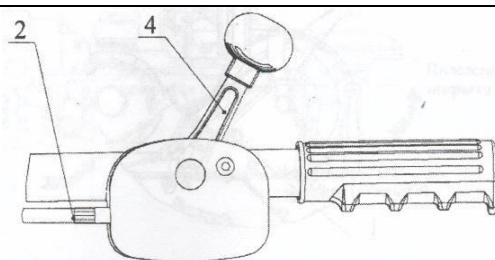

Рис. 8
6. Изменение скорости движения мотоблока производите перемещением рычага газа 4 (см. Рис. 8)
8. Для остановки двигателя переместите рычаг газа 4 (см. Рис. 8) в положение «СТОП» (крайнее положение на себя).
- Рычаг газа 4 (см. Рис. 8) используйте не более чем на 2/3 его хода.
▲ ПРЕДУПРЕЖДЕНИЕ: Пока вы не приобретете навыки обращения с мотоблоком, начинайте работу при положении ручки газа 4 (см. Рис. 8) в среднем положении.